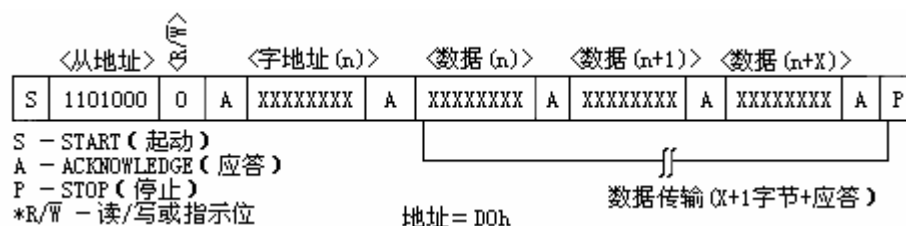

图 6 数据写—从器件接收模式
- 1、从接收器模式（写 HYM1307 模式）：**器件通过 SDA 和 SCL 接收串行数据和时钟。在接收到每一个字节后，就发送一个应答位，而 START 和 STOP 为串行传递的始末端。在接收到从地址和方向位（见图 6）后，硬件自动执行地址识别。在主器件产生起动（START）条件后，HYM1307 接收到的第一个字节是地址字节，此地址字节包含有 7 位的 HYM1307 地址：1101000，跟随在指示位（R/~W）之后（此时为写操作，该位为 0）。在收到并译出地址信息后，器件就在 SDA 线上输出应答位。在 HYM1307 识别从地址+写入位后，主器件将发送一个寄存器地址到 HYM1307，以此在 HYM1307 上设置寄存器指针，之后，主器件将开始发送数据字节（HYM1307 在接受完每个字节之后都将返回一个应答位），所有数据字节传输完成后，主器件将产生一个停止（STOP）条件来中断数据的写入。